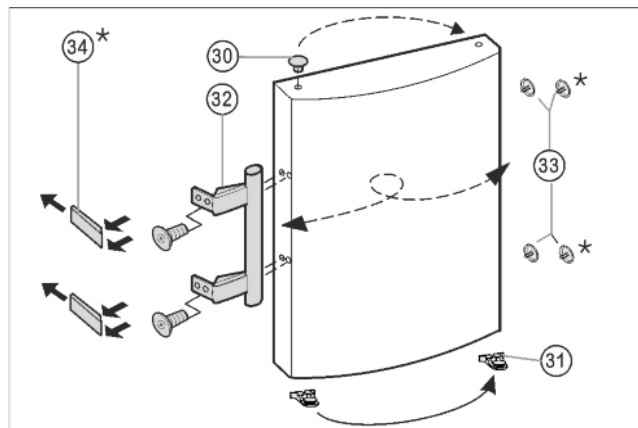

Fig. 7
- ▶ Wyciągnąć wkładkę Fig. 7 (33) z zawiasu drzwi i przenieść na drugą stronę.
- ▶ Zdemontować uchwyt drzwi Fig. 7 (32), zatyczki Fig. 7 (33) oraz płytki dociskowe\* Fig. 7 (34) i przenieść je na przeciwną stronę.